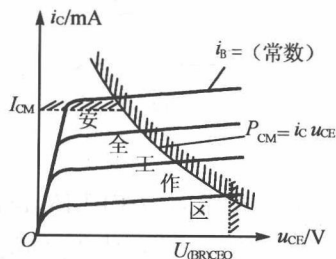

图 15.15
(3) 用其模型代替 D_Z , 得等效电路图 15.15(b)。
解: P_{CM} 、 I_{CM} 、 $U_{(BR)CEO}$ 是三极管的三个极限参数, 在使用中均不得超过。否则, 管子或因过热而烧毁, 或因 I_C 太大而使放大能力下降, 或因过电压而被击穿。由 P_{CM} 、 I_{CM} 和 $U_{(BR)CEO}$ 决定的安全工作区域如图 15.15。